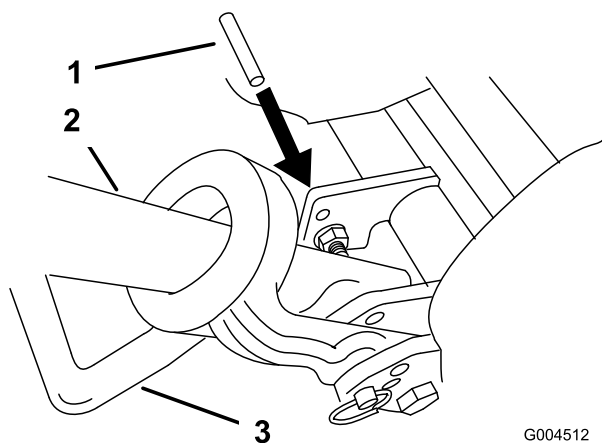

Figura 4
2. Abbassate il cavalletto e inserite un perno (o una spina) del diametro di 6,4 mm (1/4 poll.) nel foro del telaio soprastante il bullone di montaggio del cavalletto (Figura 4).